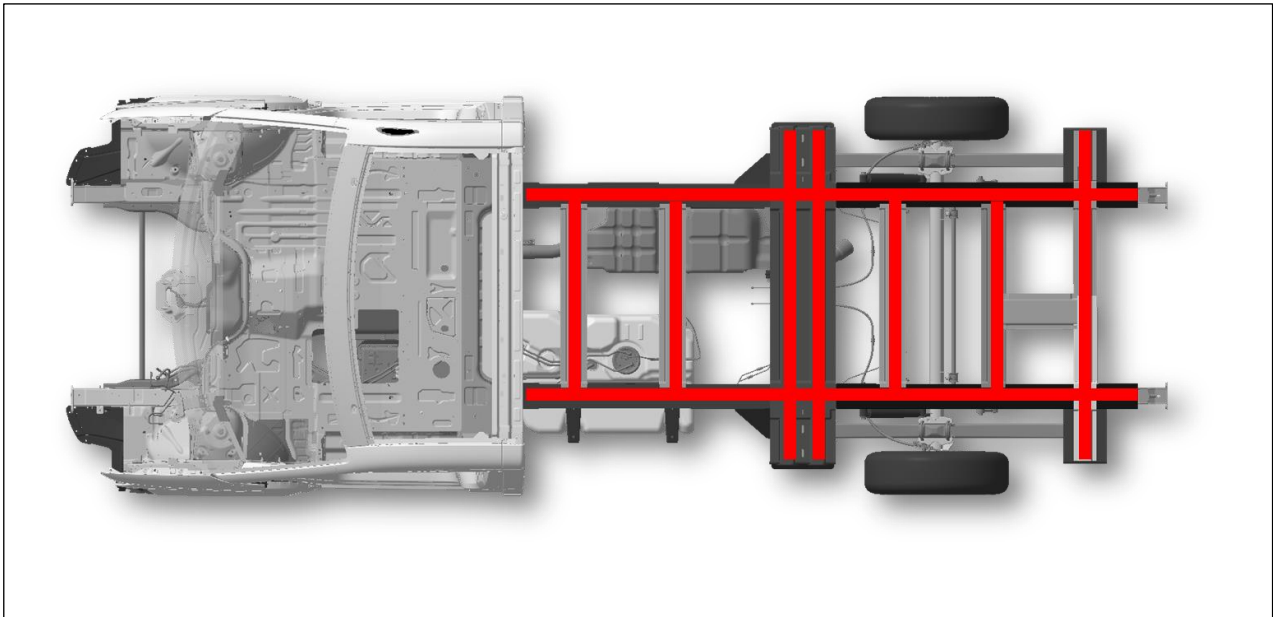

Fig. 5: autotelaio Crafter a telaio piano superfici di incollaggio per la sovrastruttura (rappresentazione schematica della superficie del telaio)
- Il rapporto delle superfici di incollaggio (in rosso) rispetto alla superficie complessiva deve essere di **almeno il 75%** (vedi fig. 5 "Autotelaio Crafter a telaio piano - superfici di incollaggio per la sovrastruttura").